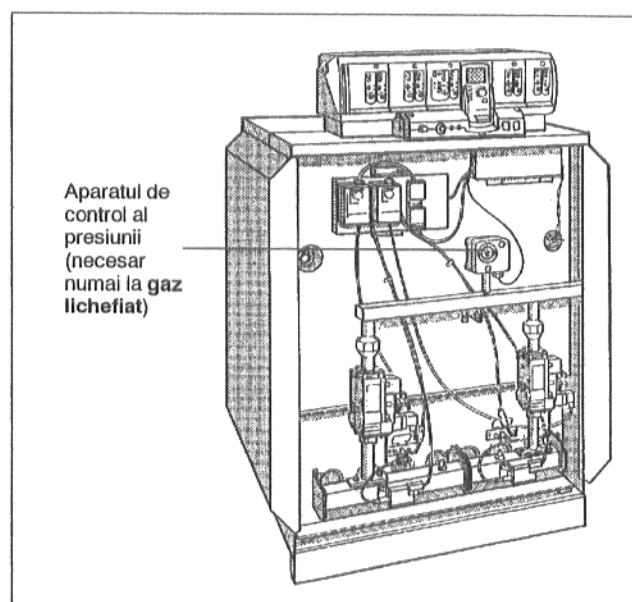

Fig. 22: Aparatul de control al presiunii
- La **gazul lichefiat** se îndepărtează dopurile din conductele de racordare ale gazului, bucața de conductă (pachetul de livrare cu piese pentru schimbarea tipului de gaz) se va înginge cu partea netedă în conductă de racord a gazului, aparatul de control al presiunii gazului (pachetul de livrare cu piese pentru schimbarea tipului de gaz) se înginge cu discul de reglare în față în unghiul bucații de conductă și se efectuează racordarea electrică conform planului de conexiuni (Fig. 22).